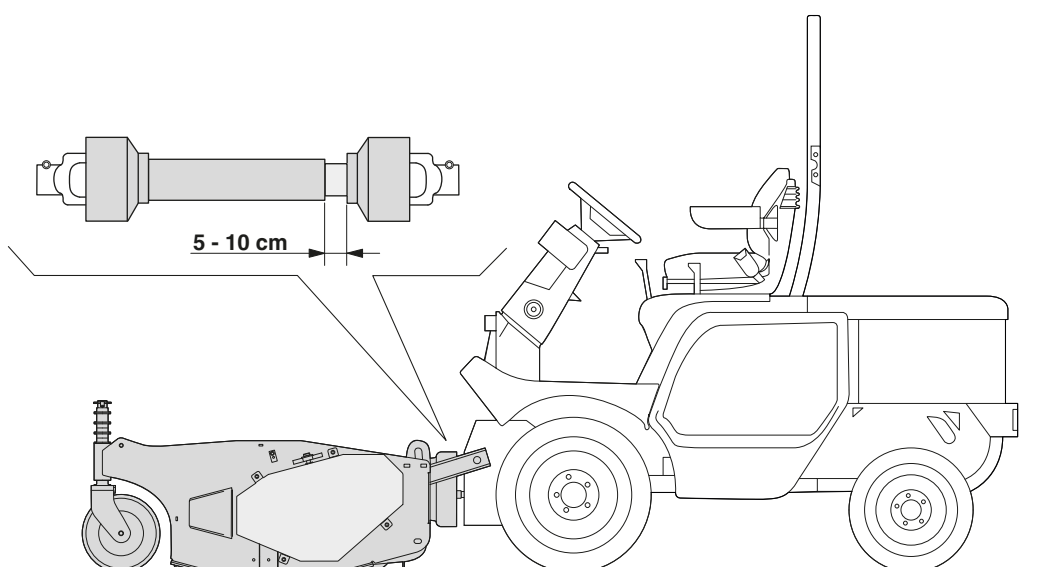

Fig. 7
- Le groupe tracteur / **Épareuse** est bien positionné lorsque l'équipement se trouve à une distance du tracteur qui permet à l'arbre de cardan de rester étendu pas plus de 5-10 cm par rapport à la position de fermeture maximale (**figure 7**).